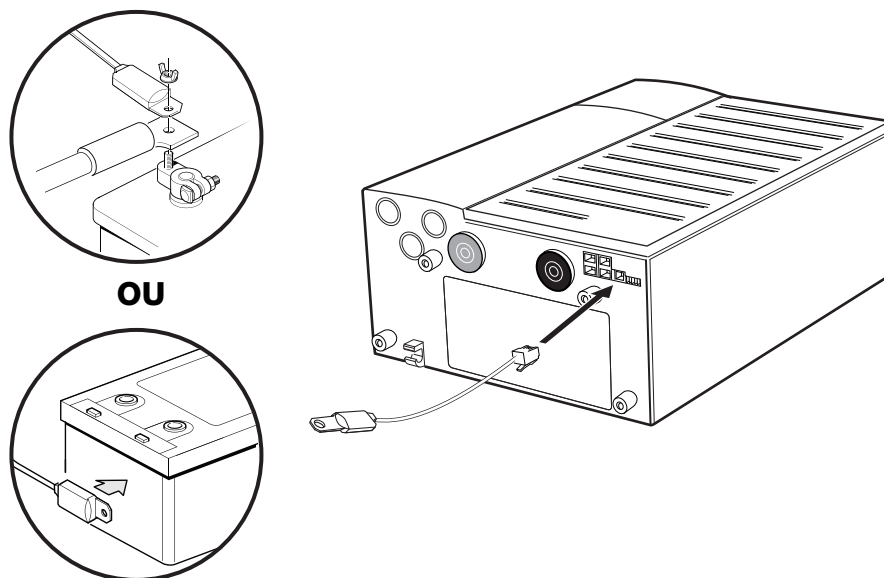

Figure 3-6 Installation du capteur de température de batterie
2. Acheminez le câble du BTS jusqu'au compartiment des batteries et connectez le BTS en procédant selon l'une des méthodes suivantes (comme illustré à la Figure 3-6 on page 3-11):